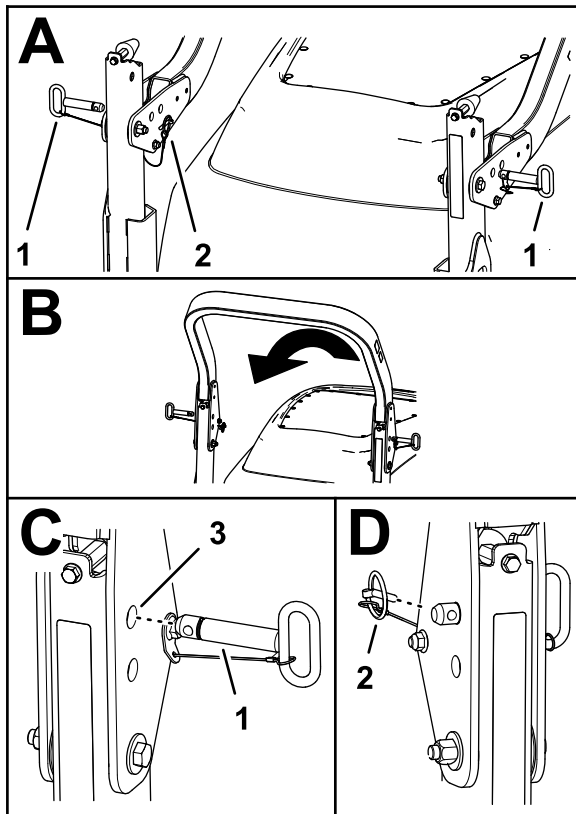

Figure 63
2. Retirez les goupilles à anneau qui fixent les axes d'arceau de sécurité de chaque côté de l'arceau de sécurité (Figure 63).